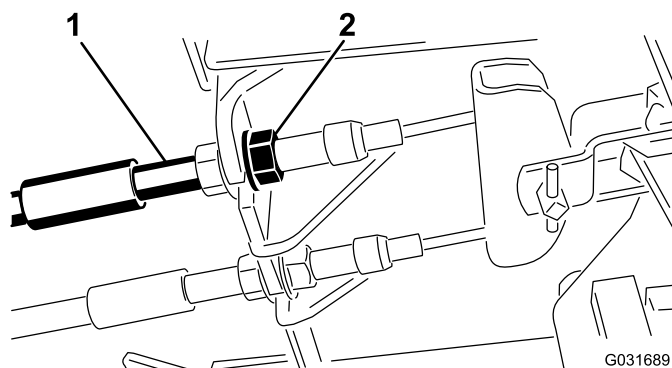

Figure 52
- Pour réduire la garde aux pédales de frein, serrez les freins en desserrant l'écrou avant sur l'extrémité filetée du câble de frein (Figure 52).